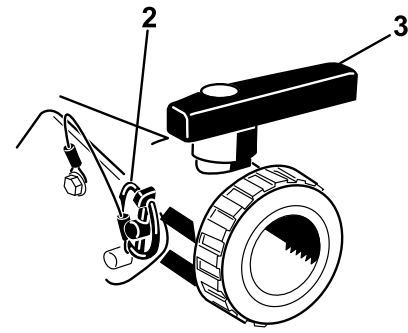

Bild 47
Öffnen Sie das Ventil, sodass nicht verwendete Materialien vom Behälter ablaufen können und entsorgen Sie diese gemäß der lokalen Vorschriften und der Vorschriften des Herstellers (**Bild 47**). Nehmen Sie nach dem Ablassen den Klappstecker von der Halterung ab, mit der das Ablassventil an der Maschine befestigt ist, und legen Sie das Ventil auf den Boden. Dann kann Restmaterial in der Leitung ablaufen.
3. Wenn der Behälter ganz geleert ist, setzen Sie das Ventil mit dem vorher abgenommenen Klappstecker im Rahmen ein und schließen Sie das Ablassventil (**Bild 47**).